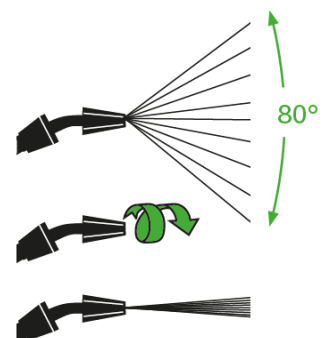

Fig. 4
- Tirare il grilletto (11) sull'impugnatura per iniziare a spruzzare. Per una spruzzatura continua, bloccare il grilletto utilizzando il blocco grilletto (10).
- Regolare il getto di spruzzo ruotando l'ugello di spruzzo (7). Fare riferimento alla Fig. 4.